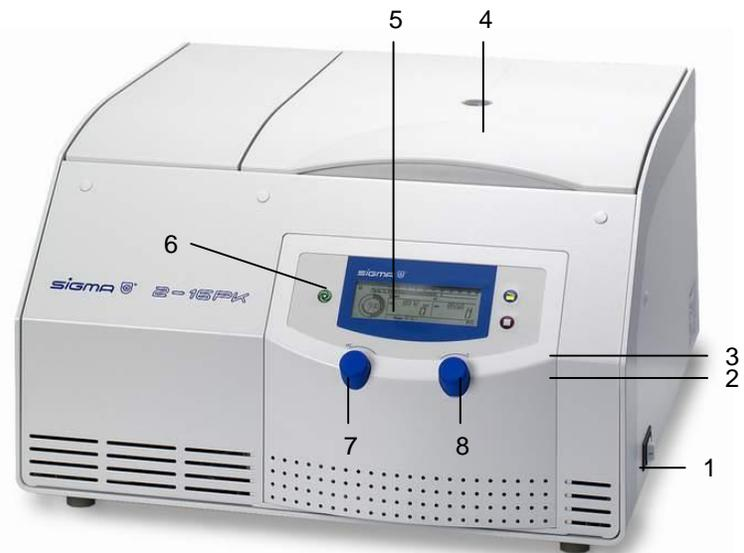

Abb. 5.1: Gesamtansicht der Zentrifuge
- Betätigen Sie den Netzschalter vorn rechts (siehe Abb. 5.1, Seite 23).